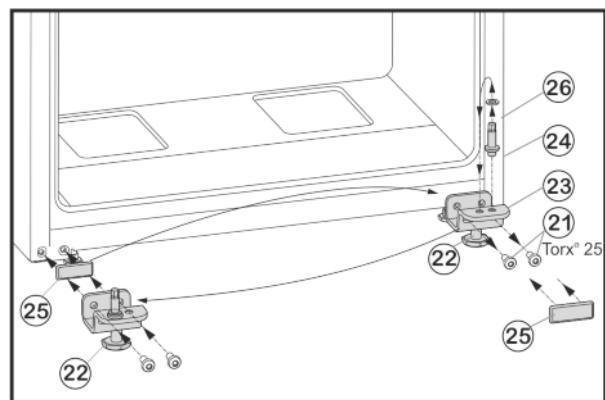

Fig. 6
- ▶ Befestigungsschrauben Fig. 6 (21) abschrauben.
- ▶ Lagerbock unten Fig. 6 (23) komplett mit Lagerbolzen Fig. 6 (24), Scheibe Fig. 6 (26) und Stellfuß Fig. 6 (22), abnehmen.
- ▶ Lagerbolzen Fig. 6 (24) komplett mit Scheibe Fig. 6 (26) abschrauben, in das gegenüberliegende Aufnahmeholz des Lagerbocks umsetzen und wieder festschrauben.
- ▶ Abdeckplatte Fig. 6 (25) vorsichtig abnehmen und auf die Gegenseite umsetzen.
- ▶ Lagerbock unten Fig. 6 (23) komplett mit Lagerbolzen Fig. 6 (24), Scheibe Fig. 6 (26) und Stellfuß Fig. 6 (22) auf der neuen Scharnierseite ggf. mit Hilfe eines Akkuschraubers **fest (mit 4 Nm)** wieder anschrauben.
- ▶ Untere Tür von oben auf Lagerbolzen Fig. 6 (24) aufsetzen.
- Stellfuß *Fig. 6 (22)* am Lagerbock unten *Fig. 6 (23)* herausdrehen, bis er auf dem Boden aufliegt.